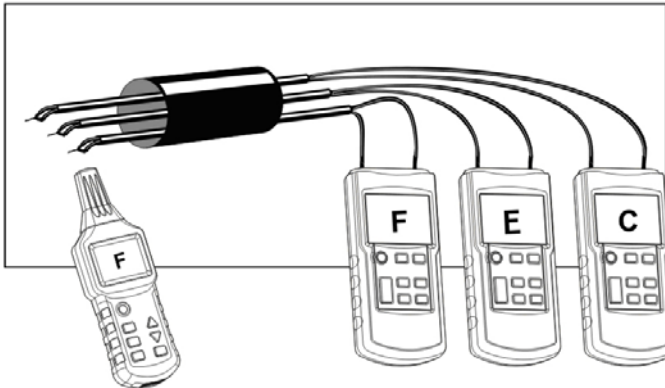

Fig.22
- Branchez l'émetteur de la manière illustrée par la Figure 22 ;